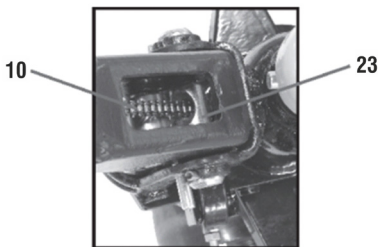

Fig. 3 – Corrente do cabo
Durante a montagem do cabo, mantenha a corrente conforme indica a fig. 3 para evitar danos à mesma e facilitar a montagem.
- b. Passe a corrente (10) do cabo pelo centro do eixo, (fig. 3).